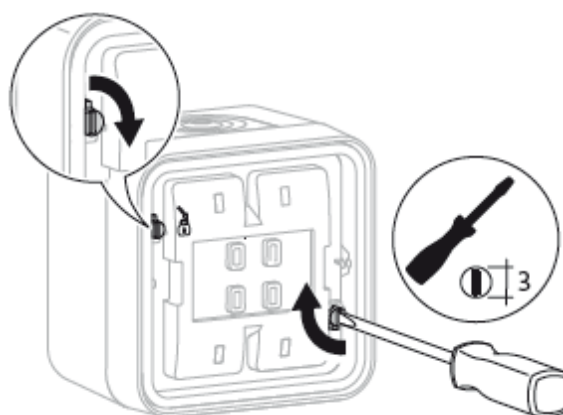

Bild 10
- Rahmen über die Bajonett-Schnellverschlüsse (8) mit dem Schraubendreher durch $\frac{1}{4}$ -Drehung nach rechts im Gehäuse-Unterteil befestigen (Bild 10).
- Wippe (1) aufsetzen und im Einsatz (4) einrasten.